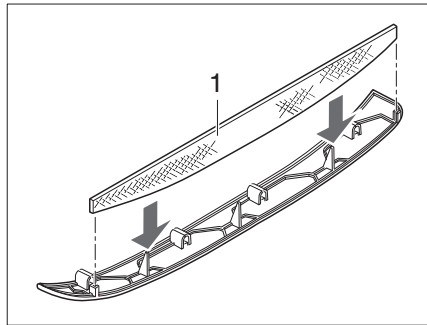
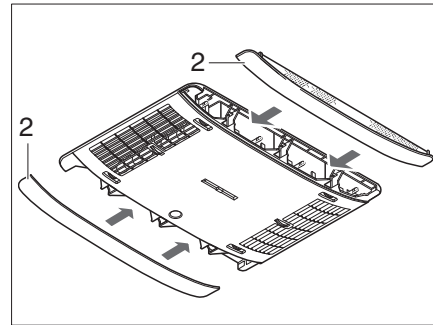

Fig. 396 Filtre à peluches de la climatisation
Fig. 397 Panneaux de la climatisation
Dans les panneaux latéraux (Fig. 397,2) se trouvent deux filtres à peluches. Les filtres à peluches doivent être nettoyés, et si nécessaire remplacés, à intervalles réguliers, au moins cependant tous les 6 mois.
- Enlever le panneau (Fig. 397,2) du distributeur d'air et nettoyer ou, si nécessaire, remplacer le filtre à peluches (Fig. 396,1).